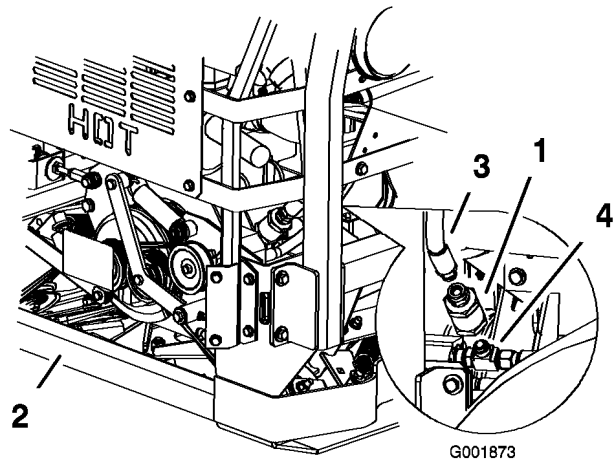

Figura 73
1. Collocate una bacinella di spurgo sotto il filtro e togliete il tubo idraulico dal filtro (Figura 73).
2. Togliete il filtro idraulico della ventola di raffreddamento dal raccordo a T in fondo al filtro (Figura 73).
3. Montate il filtro sul raccordo a T sotto, ed il tubo idraulico sopra (Figura 73).